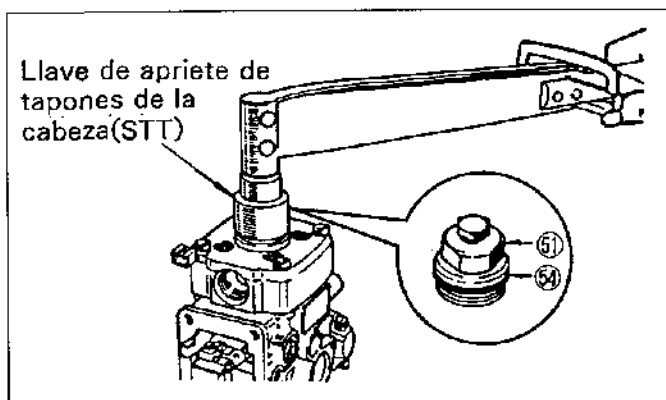

Figura.14-37 Apriete del tapón de la cabeza de distribución
(1) Instale un nuevo tapón de la cabeza de distribución ⑤1 junto con un nuevo anillo "O" ⑤4 en el cabezal y apriételo al valor correcto (8,0 - 10,0 kgm) usando la llave de apriete de tapones de cabeza (STT). (Vea la figura.14-37)